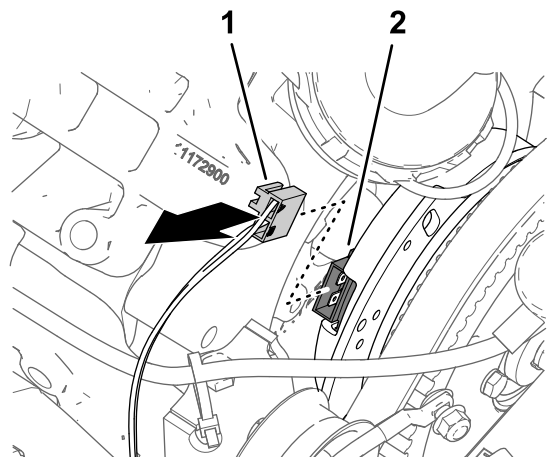

Figura 165
1. Desligue o conector de duas tomadas da cablagem da máquina rotulado **BOBINA DA BOMBA DO PULVERIZADOR (spray pump coil)** do conector de dois pinos do alternador (**Figura 165**).